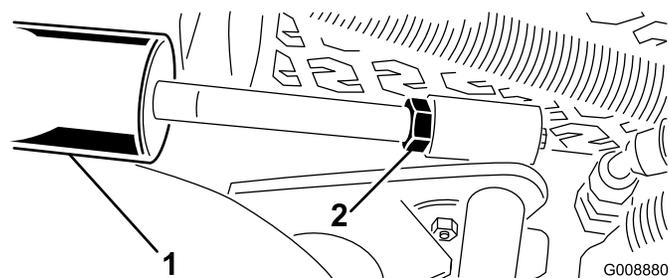

**Figura 28**
- 3. Avviate il motore, sollevate i bracci di sollevamento e verificate che il gioco tra la cinghia di usura sopra la barra di usura dell'apparato di taglio posteriore e la cinghia paracolpi sia di 0,51-2,54 mm (Figura 28).